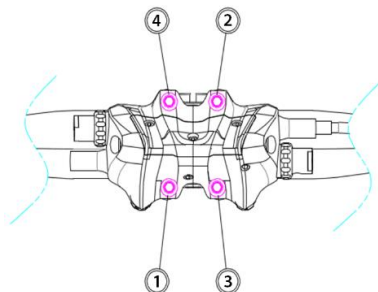
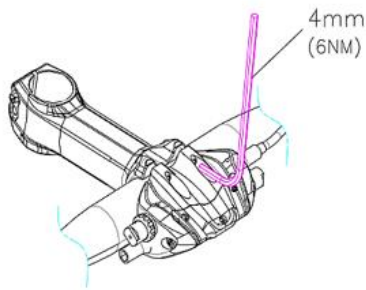

Figura E-1 Secuencia de par de apriete
Figura E-2 Par de apriete de 6 Nm
- Apriete los tornillos del vástago siguiendo el esquema mostrado (**figura E-1**), con un par de apriete de 6 Nm (**figura E-2**).